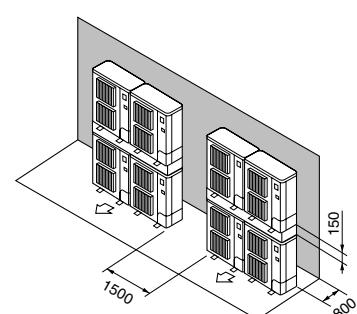

Fig. 2-14
⑦ Opstelling met boven elkaar geplaatste apparaten (Fig. 2-14)